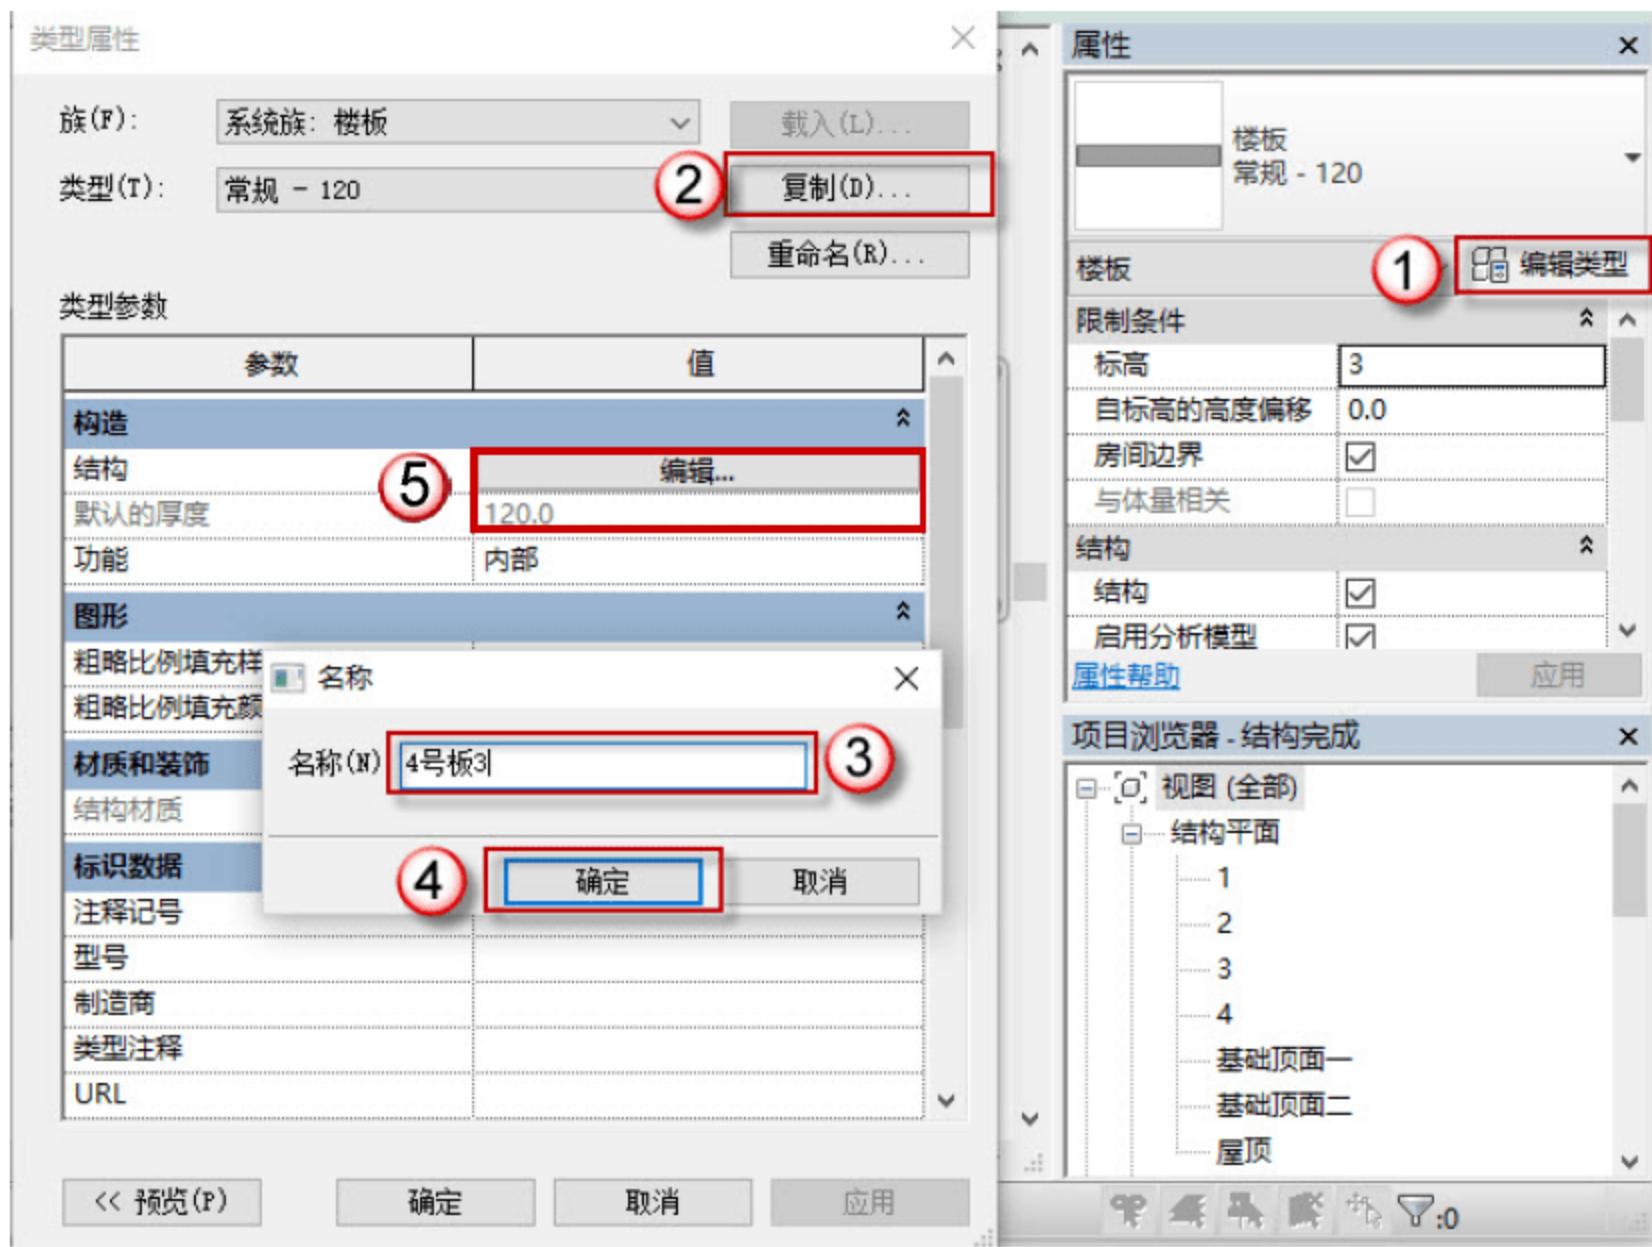

图 4.4.25 修改 4 号板
(5) 修改 4 号板, 选中 4 号板, 单击“编辑类型”按钮, 在弹出的对话框中, 单击“复制”按钮, 在弹出的对话框中命名为“4 号板 3”, 单击“确定”按钮。单击“编辑”按钮, 修改板厚为 120, 如图 4.4.25 所示。